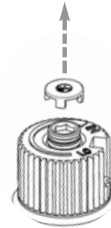

Fig. 1
- 9) Enlever à la main le bouchon de protection noir du bouton Hi-Low. (Fig. 1)